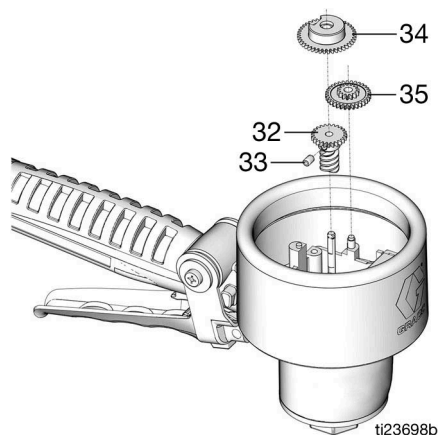

FIG. 18
6. Utilice una llave hexagonal de 2 mm para retirar el tornillo de fijación del engranaje (33). Retire los engranajes (32, 34, 35) (FIG. 18).